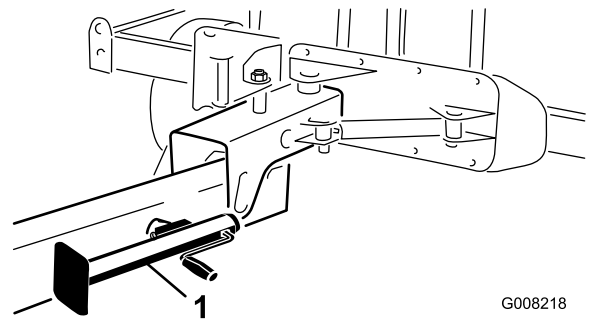

Figure 19
4. Élevez la béquille et fixez-la en position de rangement (Figure 19).